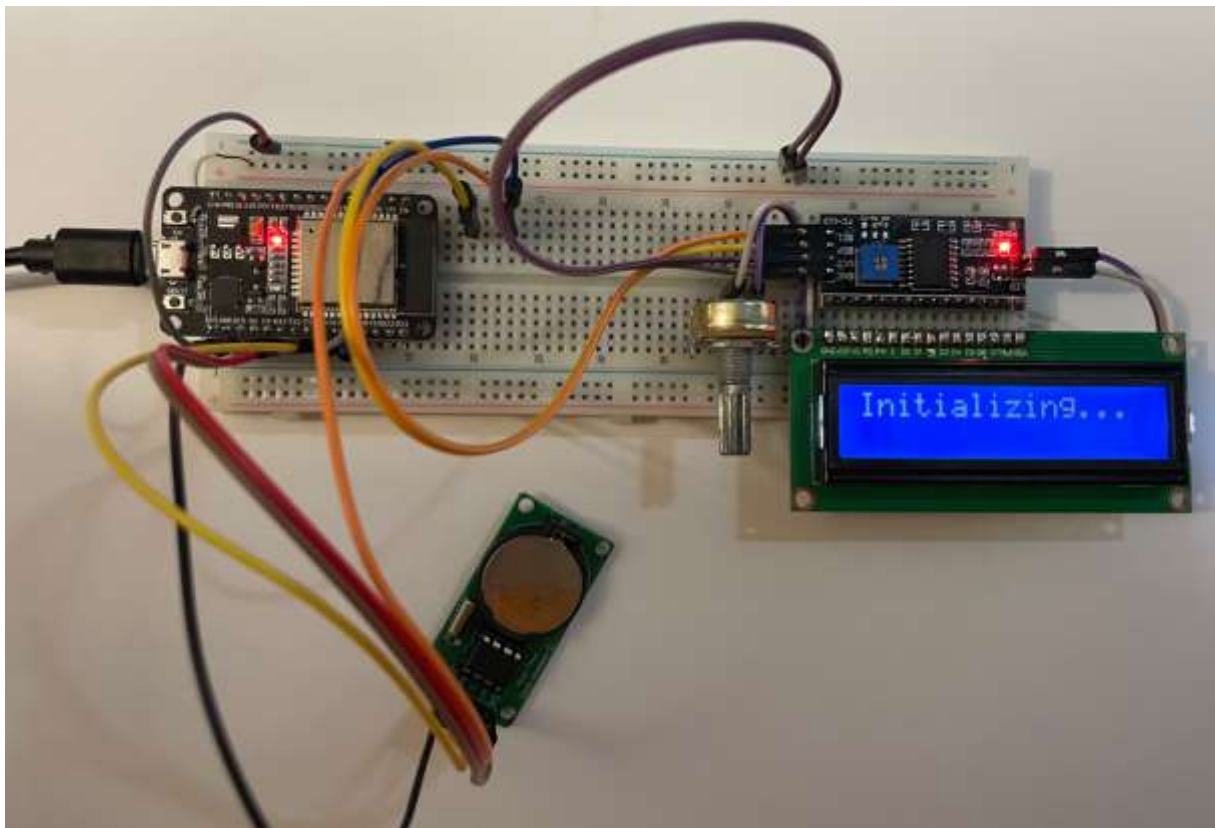

Рисунок 5.15 – Стартовий процес ініціалізації макета
6. Проводимо дослідження функціонування макета рис. 5.15 та рис. 5.1.